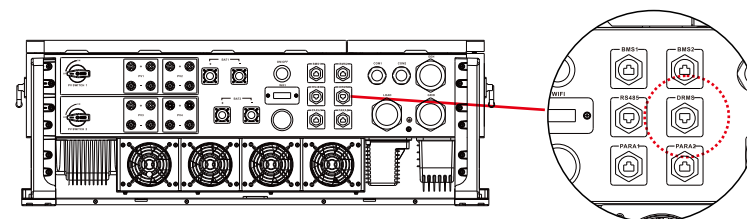

Figure 4.6-1 Interface DRMS
Étape 1. Démontez la plaque fixée à l'onduleur. Voir Figure 4.6-1.